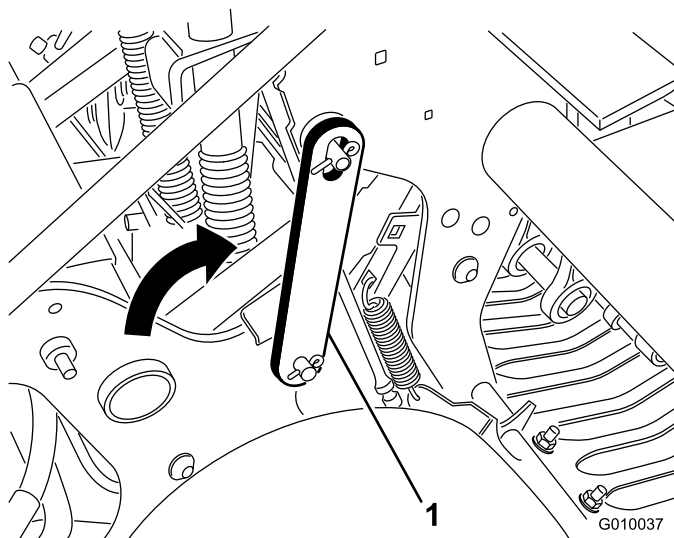

Рисунок 21
3. Поверните вспомогательную защелку назад и наденьте ее на палец вала аэратора (Рисунок 21). Закрепите соединение с помощью стопорного кольца.